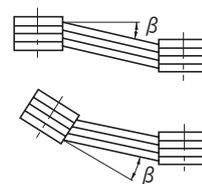

図 J16
- 両プーリ間の平行度、偏心度は $\beta = 20'$ 以内としてください。(図 J16 参照)